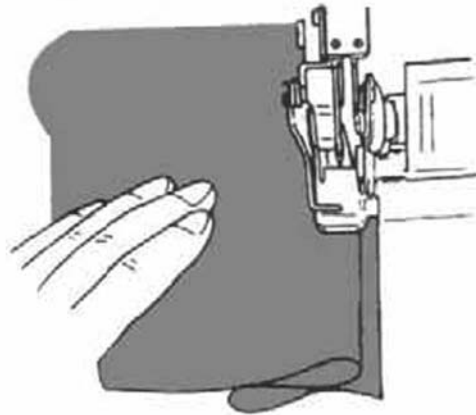

Abb.95
3. Falten Sie den Saum erst so zur linken und dann zur rechten Stoffseite, dass die Stoffkante 6 mm über die erste Falte übersteht (Abb. 95).